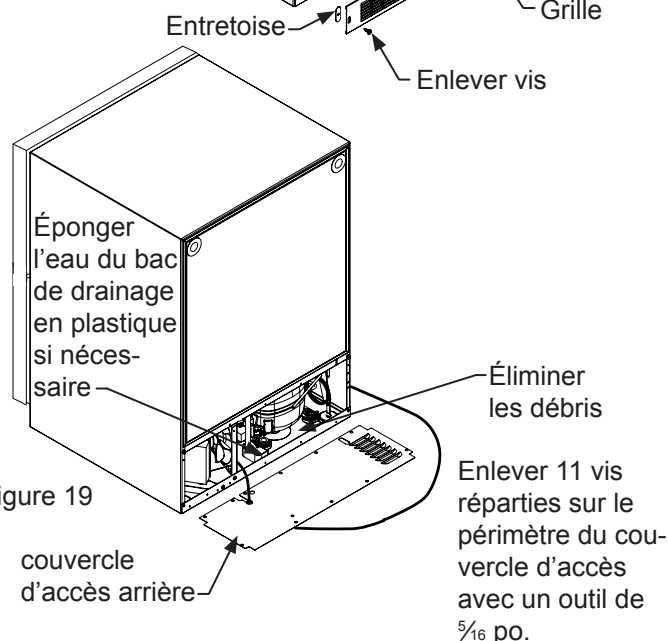

Figure 19
10. Enlevez le couvercle d'accès arrière (voir la Figure 19), et utilisez une brosse et un aspirateur pour éliminer la saleté et les débris du compartiment de la machine.